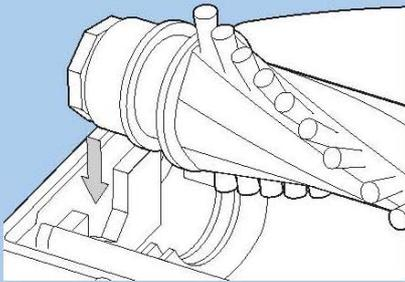

Рисунок 13
- 31 Install the left side of brushroll (nearest the belt) first, making sure end is fully seated. Pivot the right side of brushroll into place making sure the square end of the brushroll end cap aligns and slides into the slot (Fig 13). Rotate brushroll by hand to make sure it rotates freely.
- 31 Сначала установите левую сторону вращающейся щетки (та, что ближе к ремню), убедившись, что она хорошо встала на место. Смонтируйте на оси правую сторону вращающейся щетки в ее гнезде и убедитесь, что квадратный конец щетки находится на одной линии с пазом и свободно в нем скользит (Рис. 13). Прокрутите вращающуюся щетку рукой, чтобы убедиться, что она прокручивается свободно.
- 31 Instale primero el lado izquierdo del cepillo (el más cercano a la correa), asegurándose de que el extremo calce completamente. Gire el lado derecho del cepillo hasta que quede en su lugar, teniendo en cuenta que el extremo cuadrado del capuchón del extremo del cepillo quede alineado y se deslice dentro de la ranura (Fig. 13). Gire el cepillo con la mano para asegurarse de que gira libremente.